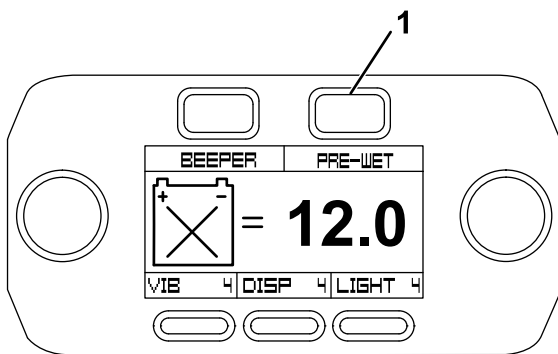

Figure 41
2. Appuyez sur le bouton Pre-Wet (pré-mouillage) (Figure 41).